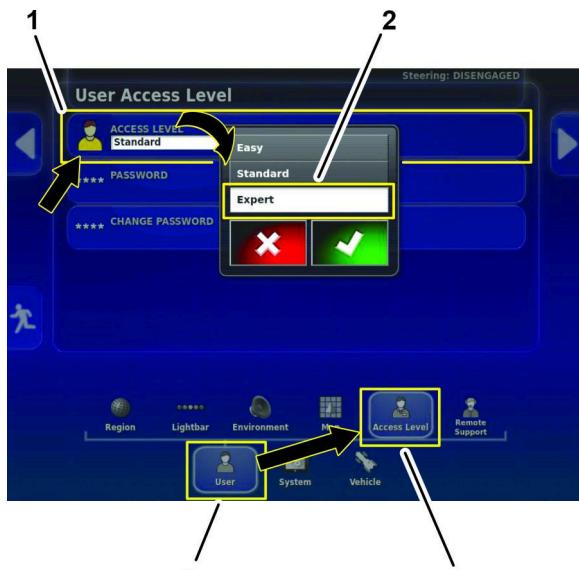

Figura 158
1. En la pantalla de configuración, pulse el icono USUARIO y el icono NIVEL DE ACCESO (Figura 158).
2. En la pantalla de acceso de usuarios, icono NIVEL DE ACCESO (Figura 158).
3. En el cuadro de diálogo, pulse el icono EXPERTO y pulse el icono de confirmación (Figura 158).